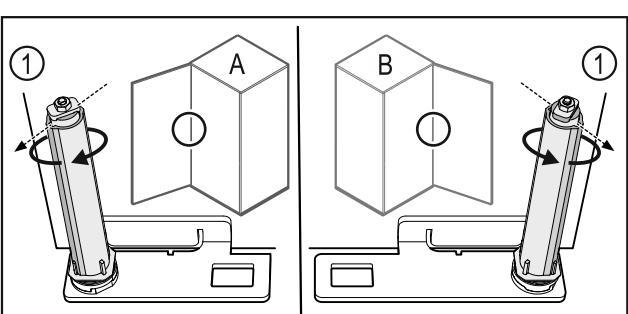

Fig. 56 Okretanje nalijevo (A) / okretanje nadesno (B)
- Okrećite sustav zatvaranja do kraja dok lamela sustava zatvaranja Fig. 56 (1) ne bude usmjerenja prema van.